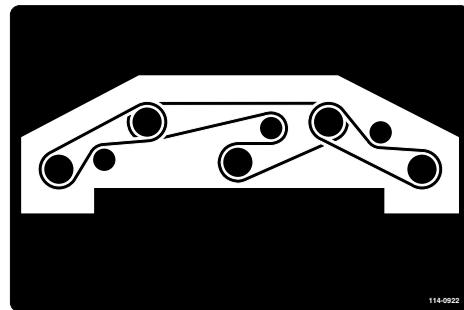

Figura 82
6. Pase la correa nueva alrededor de las poleas de los ejes y del conjunto de la polea tensora, según se muestra en Figura 82.